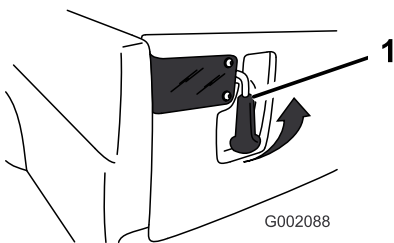

Figure 20
1. Pour déverrouiller le hayon, poussez vers l'extérieur et relevez les poignées de verrouillage (Figure 20). Elles s'écartent alors vers le centre du hayon. Abaissez lentement le hayon.